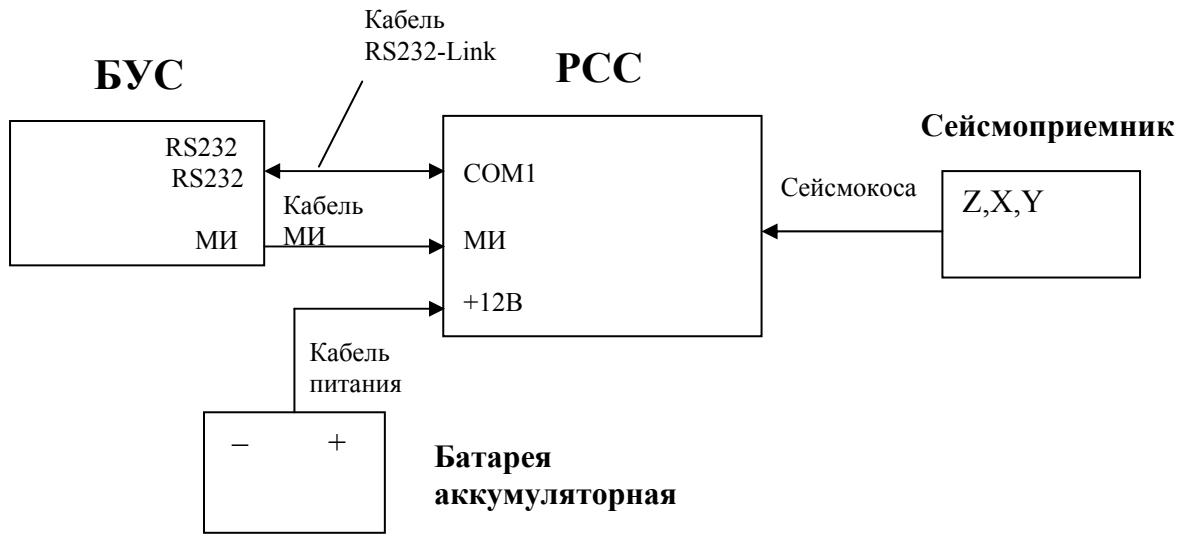
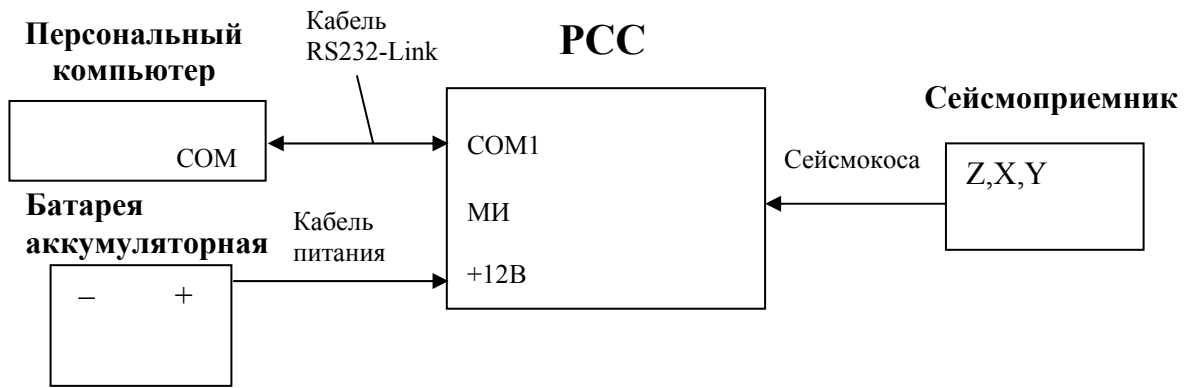

Рис. 1. Схема подключения оборудования к PSS.
Рис. 2. Схема подключения оборудования к PSS.
- 2) соединить РСС с БУС по схеме указанной на рис. 1;
Установка параметров и включение РСС в один из указанных режимов работы производится с помощью БУС или ПЭВМ. Для установки параметров и режимов работы с помощью БУС необходимо собрать схему в соответствии с рис.1 или 3, с помощью ПЭВМ – в соответствии с рис.2 или 3.